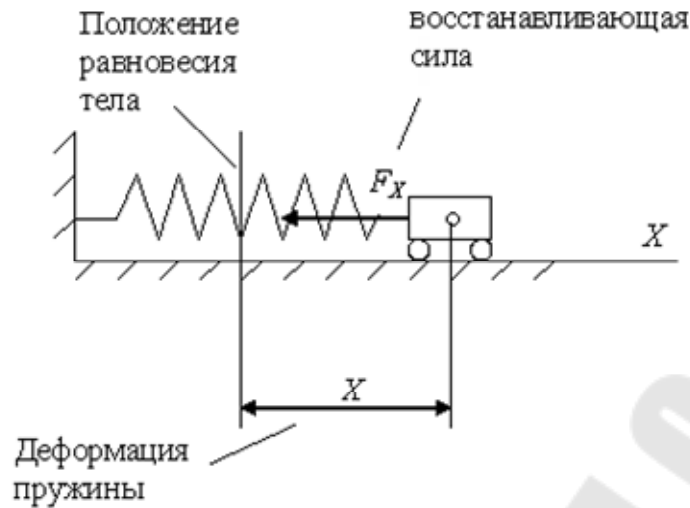

Рис. 32
5. Сила, стремящаяся вернуть точку в положение равновесия при отклонении точки от этого положения. Эта сила пропорциональна расстоянию точки от положения равновесия (рис. 32).